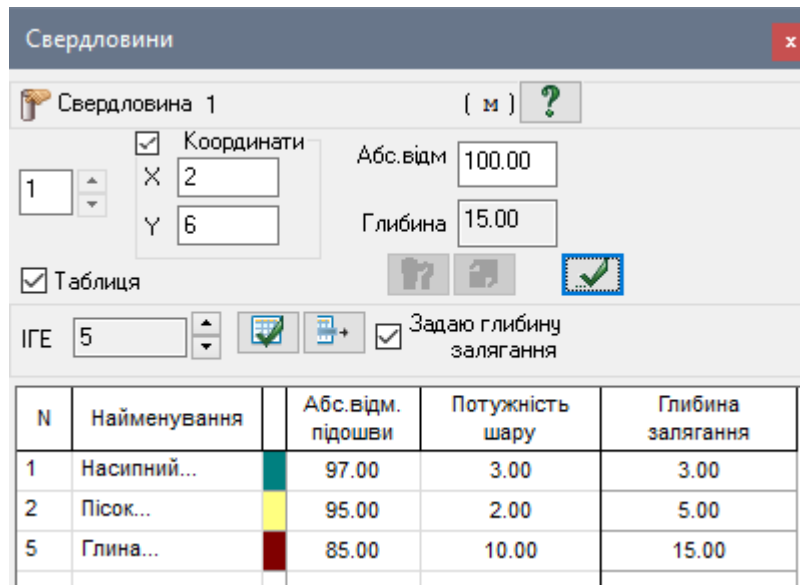

Рис. 9.21. Діалогове вікно **Свердловини**
- В цьому вікні, при заданій абсолютній відмітці устя **100** (м), для Свердловини 1 задайте наступні параметри (рис. 9.21):